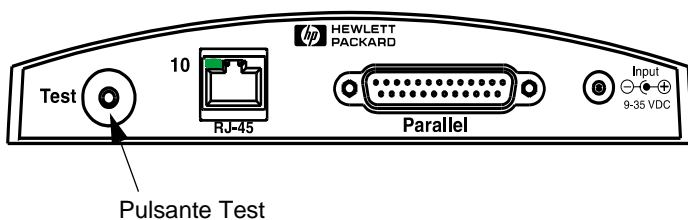

Figura 3-2 Pulsante Test sulla parte posteriore del server di stampa HP Jetdirect 170X
1. Per stampare una pagina di configurazione, premere il pulsante Test situato sulla parte posteriore del server di stampa HP Jetdirect 170X (vedere la Figura 3-2).